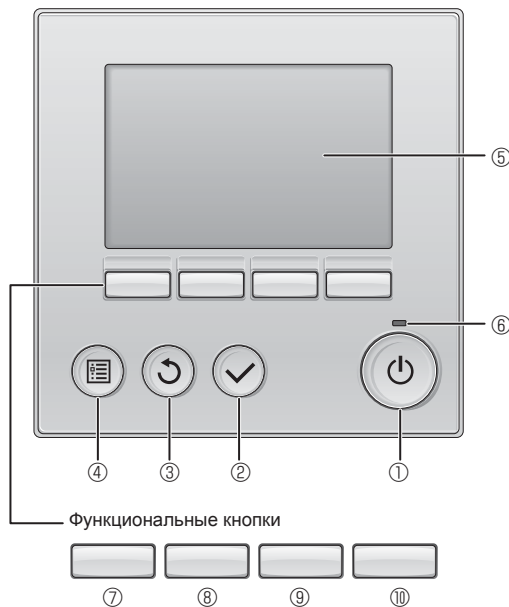

Fig. 6-1
6.2.1. Использование проводного пульта дистанционного управления (Fig. 6-1)
- ① Кнопка [ВКЛ/ВЫКЛ]